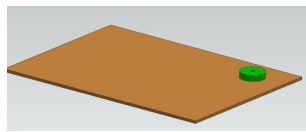
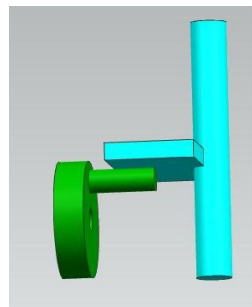

рис.72
рис.77
- Правильнее было бы назвать эту кинематическую связь – движение тела по плоскости (рис.72). Эта связь всегда гарантирует перемещение зеленой шайбы по плоскости коричневого стола. Причем, даже в случае, когда “тело съедет с края стола” (рис.73) эта связь все равно будет действовать.
• Пример на рис. 72, 73 понятен. А вы попробуйте самостоятельно выполнить другой несложный пример с этой связью (рис.77). В этом примере инициатором движения является зеленое колесо. Во время вращения своим штырьком оно подталкивает голубую платформу, и заставляет её выполнять поступательные движения вверх – вниз.